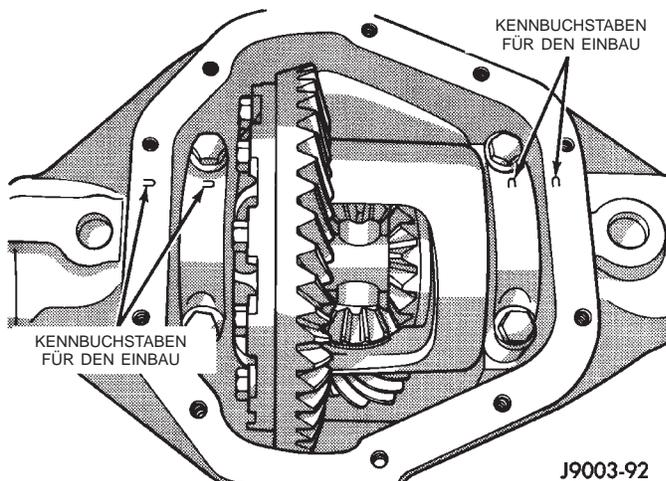
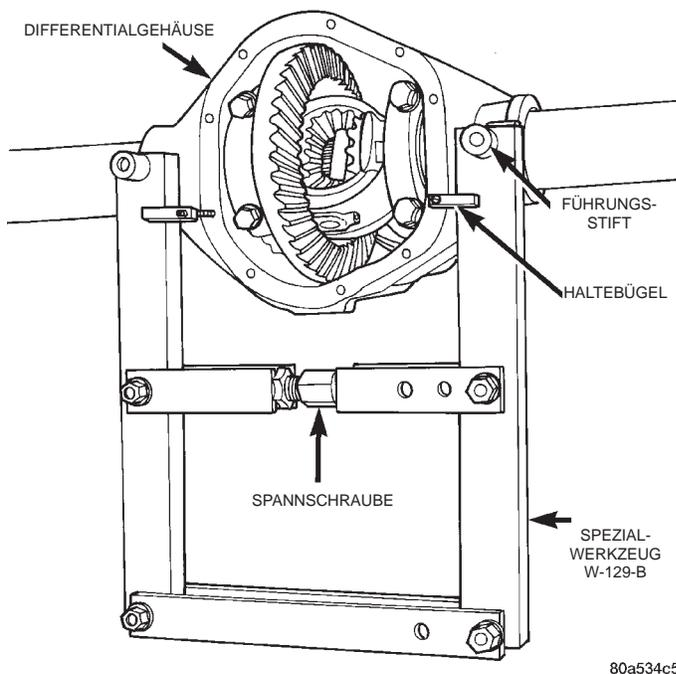

Abb. 23 Kennzeichnung der Lagerdeckel
Abb. 24 Differentialgehäuse spreizen
- (1) Fahrzeug anheben und sicher abstützen.
- (2) Verschlußschraube des Differentialgehäusedeckels herausdrehen und das Getriebeöl in einen Auffangbehälter ablaufen lassen.
- (3) Die Schrauben des Differentialgehäusedeckels herausdrehen und das Getriebeöl in einen Auffangbehälter ablaufen lassen.
- (4) Achswellen ausbauen.
- (5) Die Kennbuchstaben für den Einbau, die auf den Lagerdeckeln und der geschliffenen Dichtfläche des Gehäuses eingeschlagen sind, notieren (Abb. 23).
- (6) Schrauben an den Lagerdeckeln der Differentialallager lockern.
- (7) Spreizwerkzeug W-129-B mit Adaptern aus dem Werkzeugsatz 6987 und den Führungsstiften in den Paßbohrungen des Differentialgehäuses montieren (Abb. 24). Die Haltebügel anbauen und die Spannschrauben handfest anziehen.
- (8) Eine Stange C-3288-B auf der linken Seite des Differentialgehäuses anbauen und die Meßuhr C-3339 an der Stange befestigen. Die Meßuhr so positionieren, daß der Meßtaster an der gegenüber-